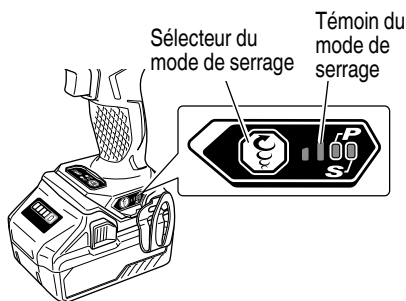

Fig. 15
9. Fonction du sélecteur de mode de serrage (Fig. 15)